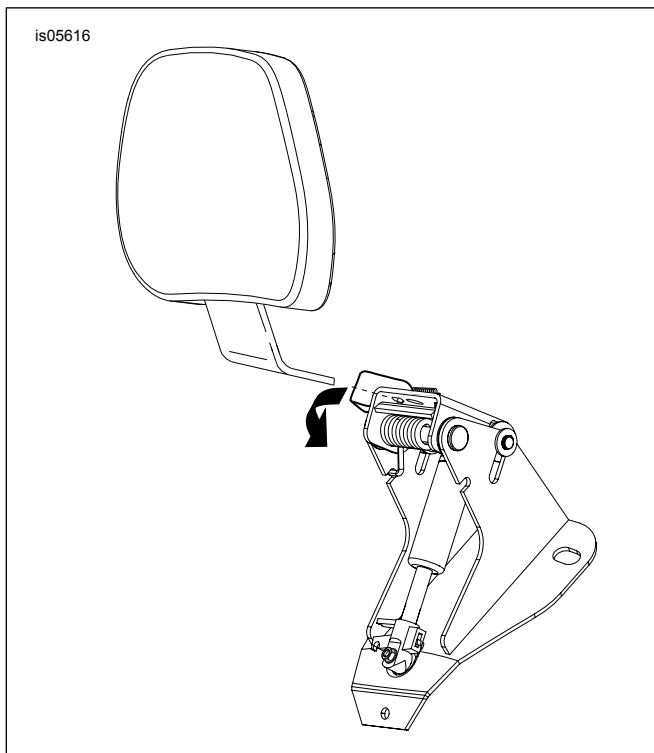

Figura 12. Instalarea spătarului
1. Consultați Figura 12 . Apăsăți pe pârghia amplasată pe suportul spătarului după cum se arată. Introduceți spătarul și apăsați ușor până când se fixează în poziție.